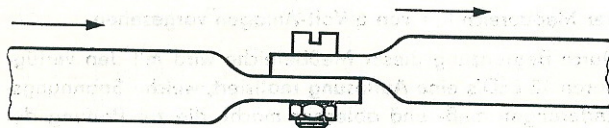

Bild 6
- die Spannung vor und hinter der Kontaktstelle, vom Akkumulator kommend, gemäß Bild 6, zu messen und